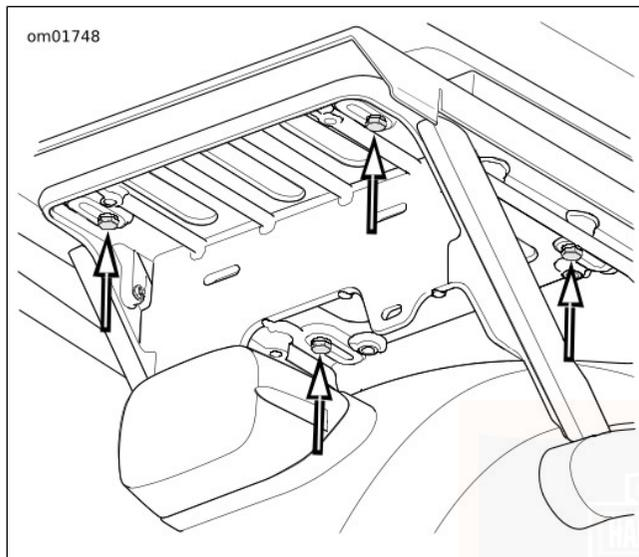

Figura 42. Viti della staffa del Tour-Pak (modelli APC)
1. Vedere Figura 42. Rimuovere le quattro viti che fissano la staffa del Tour-Pak al supporto.